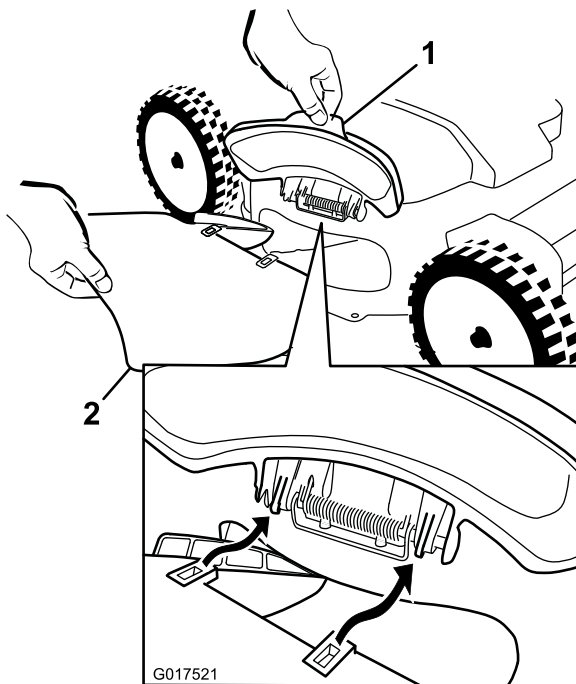
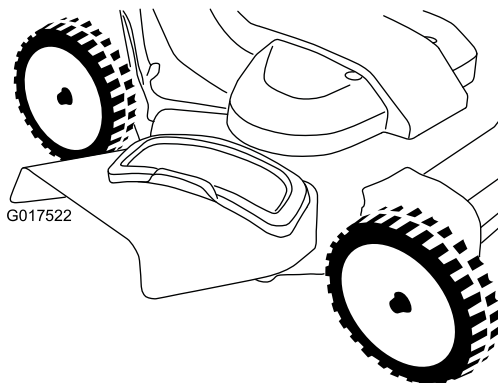

Figure 29
Figure 30
1. Soulevez et ouvrez le déflecteur d'éjection latérale (Figure 29).
2. Installez l'éjecteur latéral comme illustré (Figure 29 et Figure 30), puis refermez le déflecteur sur l'éjecteur.